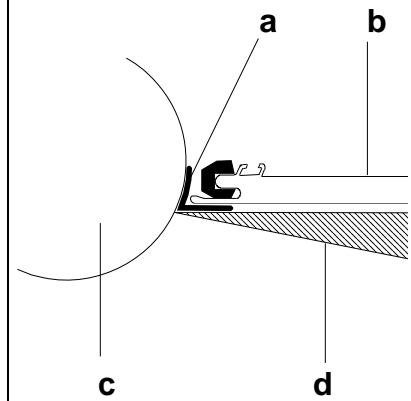

fig 2
7. **Aplane** el "tejado" subiendo a la embarcación y tirando de las cuerdas hacia arriba para evitar que el tejido quede aprisionado [fig. 2].